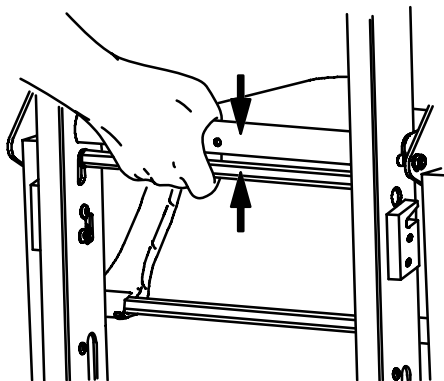

Abbildung 8 – Roter Raupenentriegelungsbügel
4. Bediener am Kopfende: Den roten Raupenentriegelungsbügel gegen den schwarzen Querholm drücken (Abbildung 8). Den Griff am Entriegelungsbügel lockern und das **Stair-TREAD** System kräftig in die voll ausgefahrenen Position ziehen, bis beide Seiten sicher arretieren. Immer sicherstellen, dass beide Seiten des **Stair-TREAD** Systems arretiert sind; dazu versuchen, das System zusammenzuklappen.